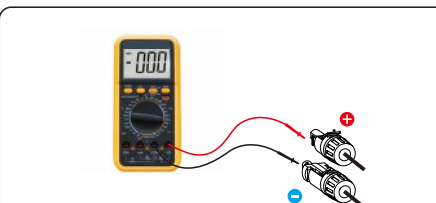
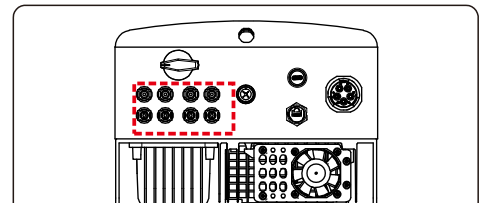

Figure 5.17 Mesure au multimètre
Figure 5.18 Connectez les connecteurs CC à l'onduleur
5. Mesurez la tension PV de l'entrée CC avec un multimètre, vérifiez la polarité du câble d'entrée CC (voir la figure 5.17) et assurez-vous que chaque chaîne de tension PV se trouve dans la plage de fonctionnement de l'onduleur. Connectez le connecteur CC à l'onduleur jusqu'à ce qu'un léger clic indique que la connexion est réussie (voir la figure 5.18)